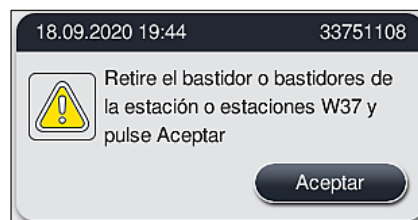

Fig. 126
4. Para cada cesta que se va a retirar, se muestra un mensaje correspondiente en la pantalla (→ "Fig. 126"). Abra la cubierta y retire la cesta de la estación que aparece indicada en el mensaje. Confirme la extracción con **Aceptar**. Continúe hasta que se hayan retirado todas las cestas afectadas.